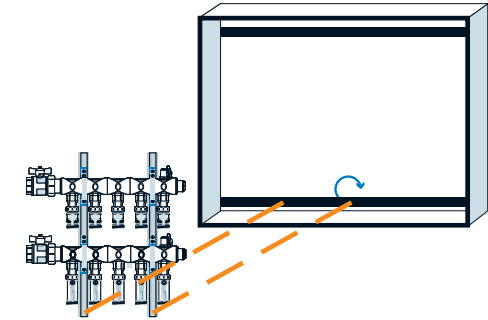

Figura 8: Instalar el colector en el riel inferior
3. Para instalar el ensamble del colector en el riel inferior del gabinete, incline la parte superior del ensamble hacia delante y la parte inferior hacia atrás para que la parte inferior de los soportes verticales se deslice detrás del borde del riel inferior (véase la **Figura 8**).